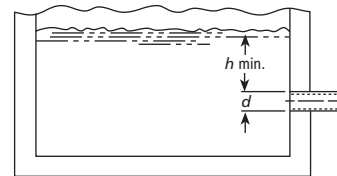

Figure 2
3.6. Le diamètre ( $d$ ) et la hauteur d'immersion minimale ( $h$  min.) de l'entrée du tuyau d'aspiration doivent être suffisants pour empêcher l'aspiration d'air par vortex (v. fig. 2 à 5).